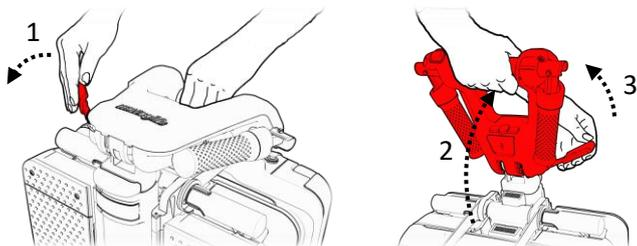

Figure 4
2. Relâchez le levier de réglage du guidon (1) et amenez le guidon en position verticale (2), puis placez le levier arrière à sa position de sécurité (3) (voir la figure 4).